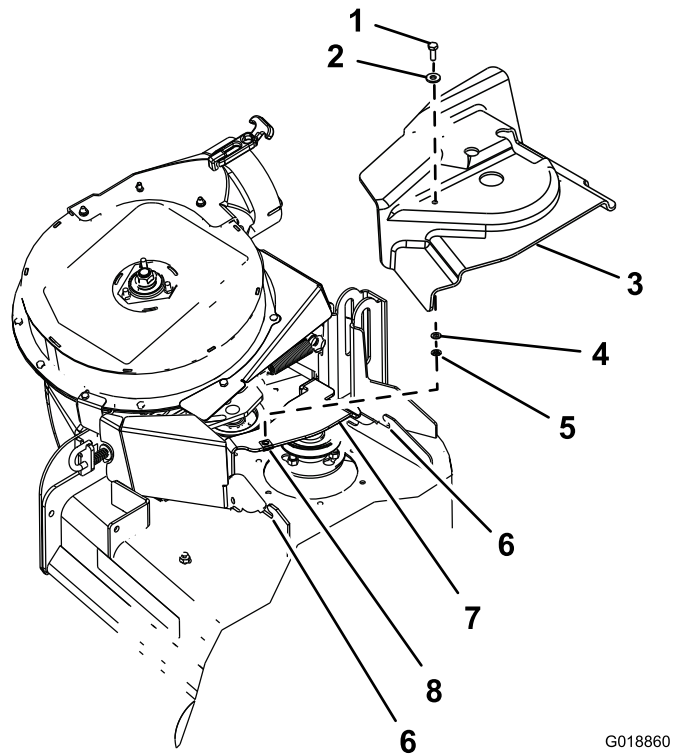

Figure 12
2. Insérez le boulon et la rondelle dans le trou au sommet du couvercle de courroie, provenant du kit ventilateur et entraînement (Figure 12).
3. En passant par le bas du couvercle de courroie, placez la rondelle (1/4 x 1/2 po) et la bague de retenue sur les filets du boulon à tête hexagonale (Figure 12).
1. Placez la rondelle (5/16 x 3/4 po) sur le boulon à tête hexagonale (1/4 x 3/4 po), comme montré à la Figure 12.
2. Alignez le couvercle de courroie sur les crans dans les brides du plateau (Figure 12).
4. Fixez le couvercle de courroie sur son support au moyen du boulon à tête hexagonale (Figure 12).